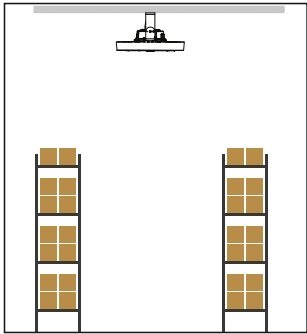

Рис. 3
- 5.13 **ВНИМАНИЕ!** Осветительный прибор монтируется только в определенном положении в соответствии с межстеллажным пространством (рис. 3).